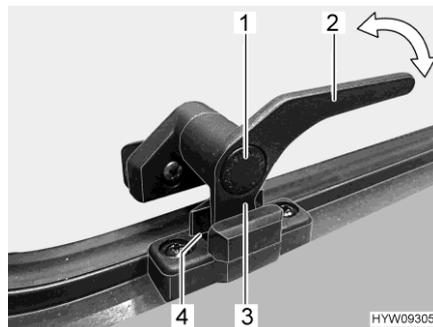

Fig. 46 Palanca de bloqueo (posición de "ventilación continua")
- En la posición "ventilación continua" (Fig. 46)
- Presionar el botón de seguridad (Fig. 46,1) y mantenerlo pulsado.
- Girar la palanca de bloqueo (Fig. 46,3) un cuarto de vuelta hacia la mitad de la ventana.
- Girar de nuevo hacia atrás la palanca de bloqueo. El saliente de bloqueo (Fig. 46,3) de la palanca de bloqueo se ha de introducir para ello en el rebaje del bloqueo de la ventana (Fig. 46,4).
- Soltar el botón de seguridad (Fig. 46,1).